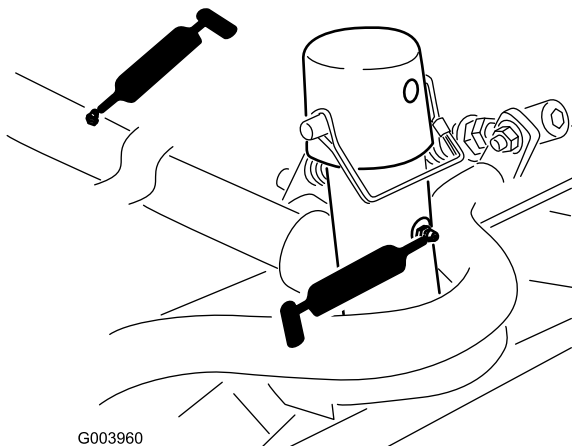

Рисунок 44
- Несущая рама и ось поворота режущего блока (по 2 шт.) (Рисунок 44)